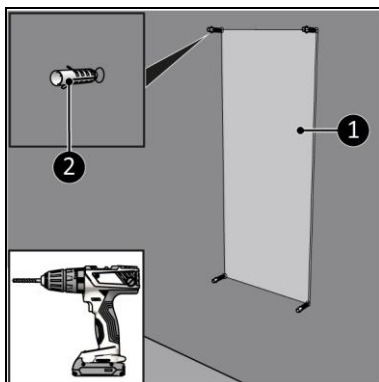

Figura 7
4. Așezați ansamblul inclus (Figura 7, poz. 1) pe perete și marcați cele patru găuri.
6. Introduceți diblurile (Figura 7, poz. 2).